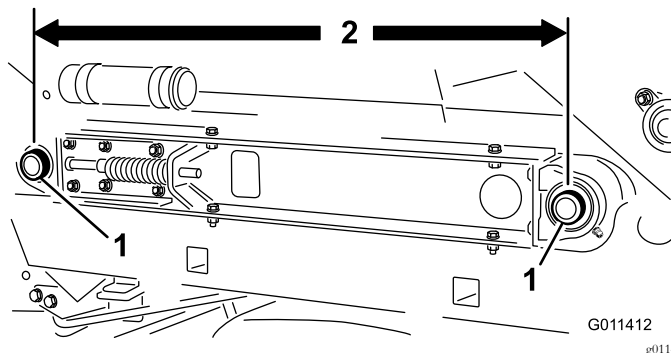

图27
3. 检查并确保机器两侧传送带滚筒轴 图27之间的中心距离是相同的约为 89.5cm。